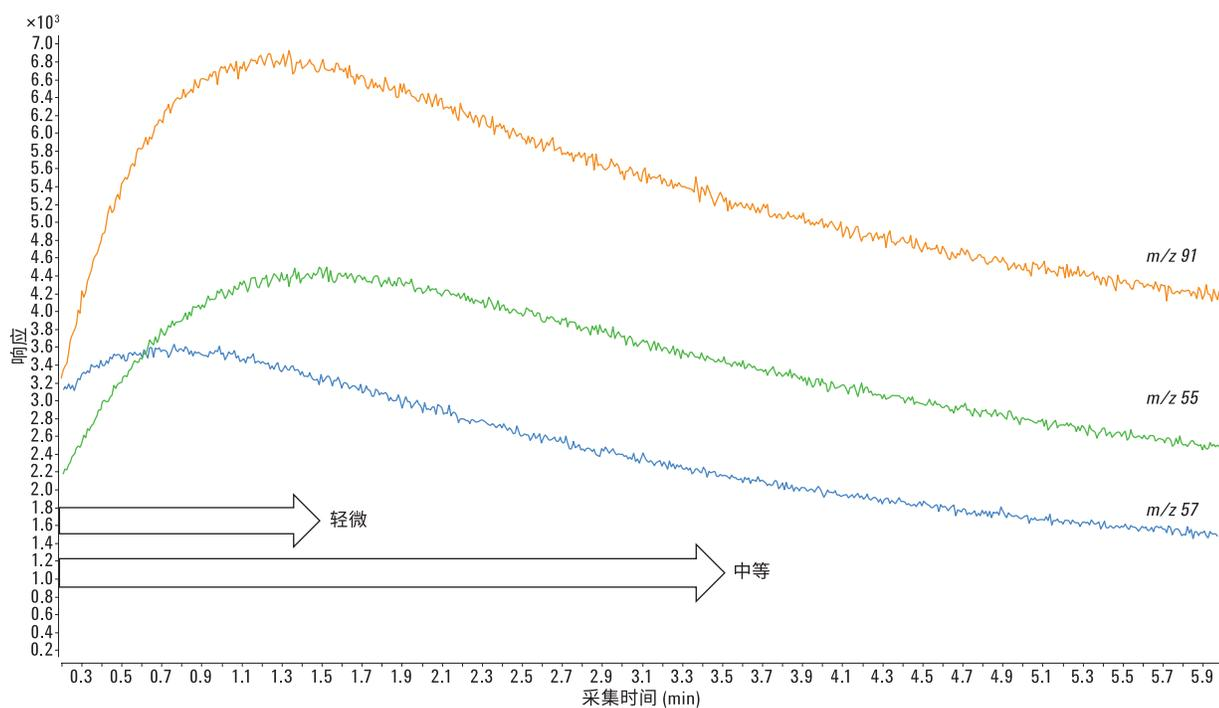

图 9. 在 0-6 min 范围内，在 Agilent 5977B SQ-HES 中采用仅清洁 JetClean 获得的 EIC
在仅清洁模式下，采集处理过程中的数据文件作为记录。对该记录的解析非常有助于了解离子源的状态以及离子源在处理过程中的变化。可编辑熟悉的质谱参数以记录数据文件，且应在进入仅清洁模式之前对这些参数进行设置。在发现代表常规离子源污染的良好指示物的离子之前，扫描模式采集提供了最全面的记录。如果能找到这些离子，则首选 SIM。质量范围的上限无需超出几百 m/z ($< m/z$ 500)，设置为 300 m/z 通常就已足够。通常将下限设置为 45 或 50 质量单位。从质量数 29 (TQ, 滤除的最低质量数为 30) 或 28 (SQ) 开始扫描可用于通过 N_2H^+ (m/z 29) 的形成间接监测氢，以确认氢是否得到应用。SQ 中形成且容易测量的多种不常见的物质包括 H_3^+ (m/z 3)、 HeH^+ (m/z 5)、 ArH^+ (m/z 41) 等等。扫描速度应非常低；每秒一次扫描足以使数据文件保持较小，同时仍可及时记录变化。图 9 显示了此类数据的一个示例。根据扫描范围和离子源类型设置增益因子 (GF) 很重要：如果包括 N_2 或 N_2H ，则设置较低的 GF，根据扫描窗口中可见的物质强度可提高 GF。